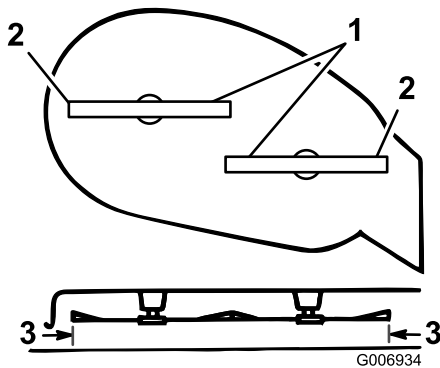

Figura 35
- Ruotate con cautela le lame da un lato all'altro (Figura 35).
- Misurate la distanza tra i taglienti esterni e la superficie piana (Figura 35). Se entrambe le misurazioni non sono comprese in 5 mm, regolatele; proseguite l'operazione.